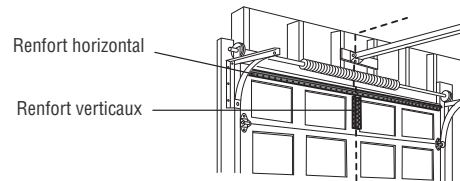

FIGURE 1
- Percer des trous de fixation de 3/16 de po. Fixer le support de porte à l'aide des deux vis autotaraudeuses de 1/4 de po-14 x 5/8 de po. (Figure 1)